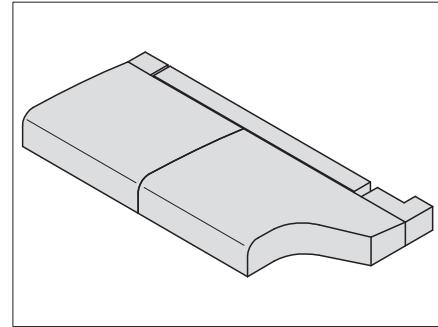
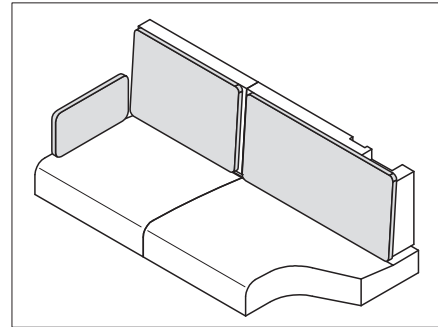

Bild 200 Positionera säten
Bild 202 Dynor för ryggstöd
- Lägg på sits-, ryggstöds- och extradyner så som visas på Bild 200 till Bild 202.